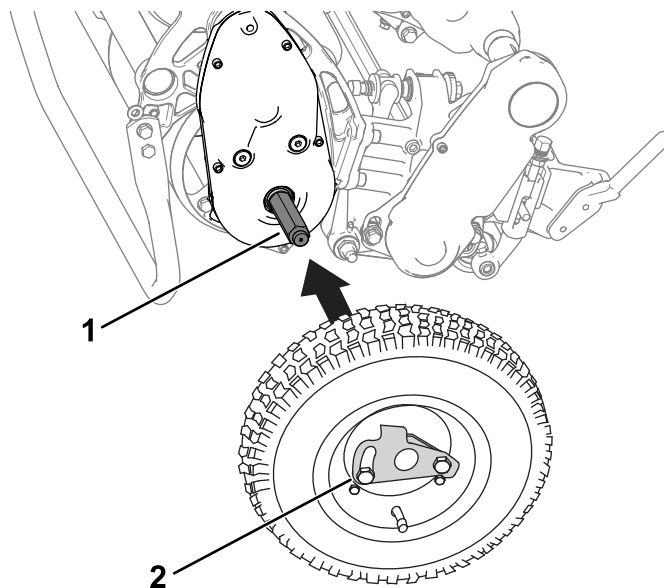

Figura 25
2. Fate scorrere una ruota su un assale (Figura 25).
3. Fate ruotare la clip di bloccaggio della ruota (Figura 25) lontano dal centro della ruota, in modo che scorra più avanti sull'assale.